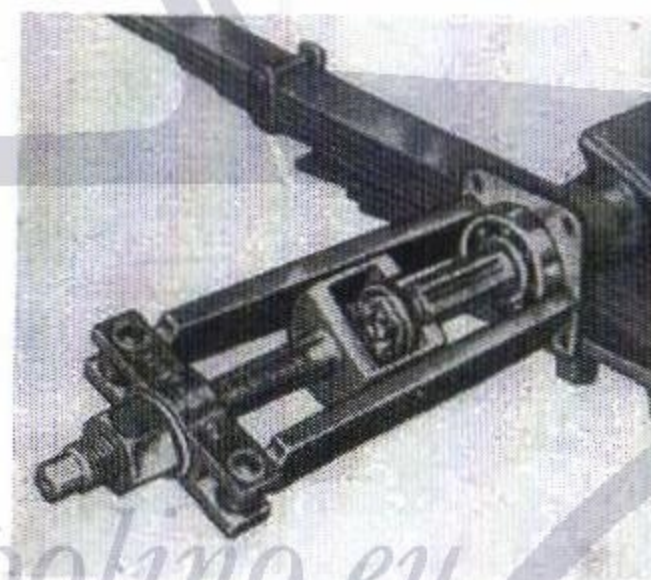

Fig. 74.
- Extraire les arbres de roues avec l'extracteur A. 6466 (fig. 74).